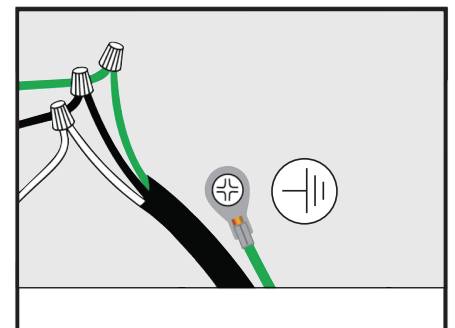

Figure 8
- Branchez le câble au câblage de la hotte (voir figure 8).